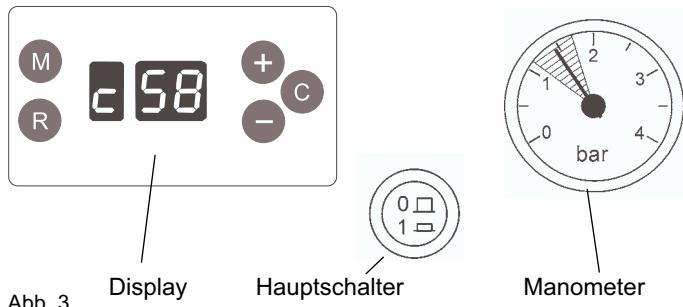

Abb. 3 Display Hauptschalter Manometer
Wenn Sie die Frontklappe des Gerätes öffnen, sehen Sie das Display, den Hauptschalter und das Manometer (Abb.3).
- Füllen Sie Wasser nach, bis das Manometer einen Heizungsanlagendruck von mindestens 1,2 bar bis 1,5 bar anzeigt (Abb. 3).